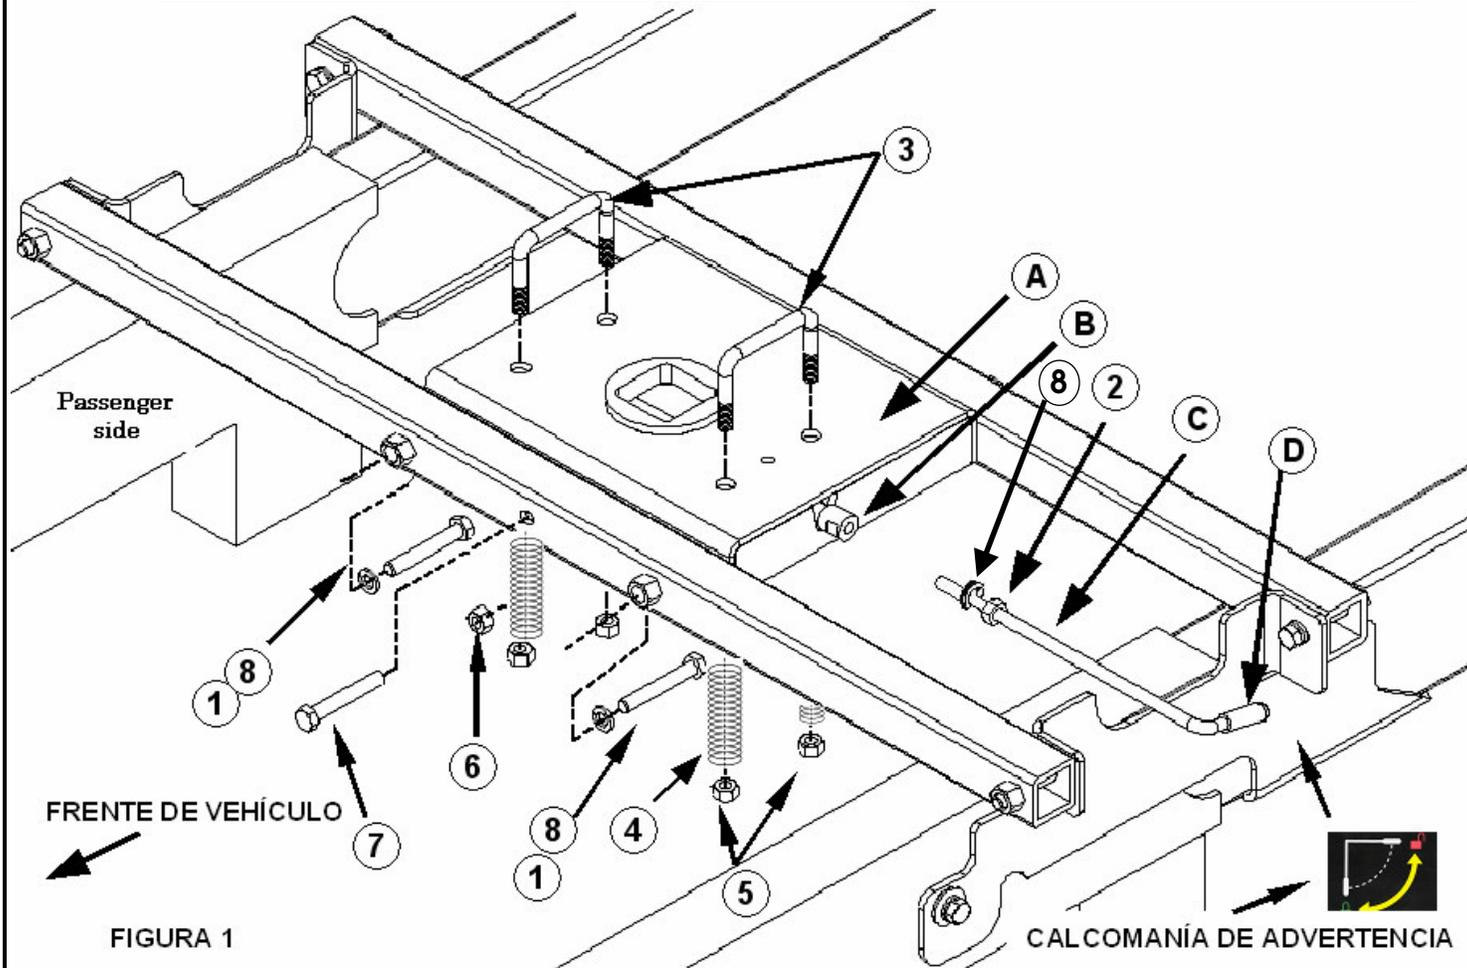

FIGURA 1
2. Instale ambos pernos centrales (perno 1/2"-13 x 2.75") en los largueros primero. Las roscas estarán hacia el centro del enganche. Ver figura 1 parte #7.
3. Instale la unidad de la cabeza en el camión como se muestra en la figura 1. Inclinar ligeramente los largueros ayudará con el procedimiento de instalación.
5. Instale el resto de las piezas de 1/2" que se incluyen como se muestra en la figura 1. El larguero posterior es igual que el larguero delantero.
8. Instale el agarre de la manija al deslizarla por encima de la manija como se muestra en la figura 1.
12. Para instalar los pernos en U de la cadena de seguridad, es necesario perforar cuatro orificios de 9/16" a través de la cama del camión. Desde el lado inferior del vehículo, localice los cuatro orificios a perforar. Consulte la figura 1. Perfore los cuatro orificios 9/16" desde el lado inferior del camión usando como pilotos los orificios de espacio en la cabeza de ganso oculta.
13. Desde arriba, inserte los dos pernos en U en los orificios perforados. Consulte la figura 1. Desde el lado inferior del camión instale los cuatro resortes y las cuatro tuercas de bloqueo de 1/2". Apriete las tuercas de bloqueo de 1/2" hasta que dos roscas completas se salgan por debajo de las tuercas de bloqueo.